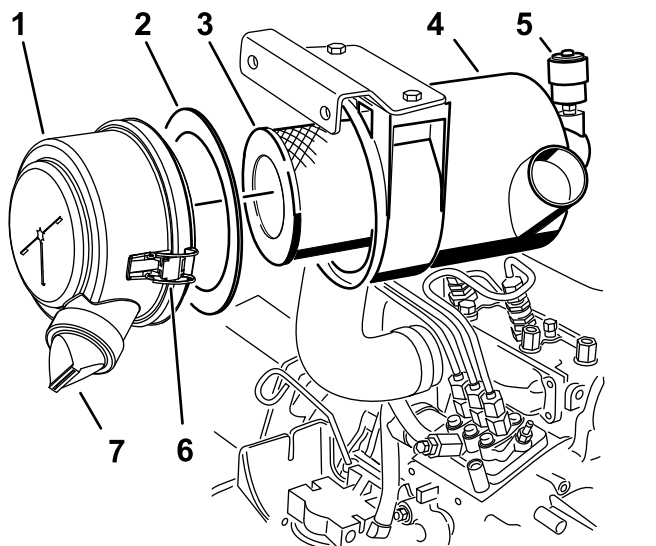

Figura 31
3. Faça a manutenção do filtro de ar (Figura 31).